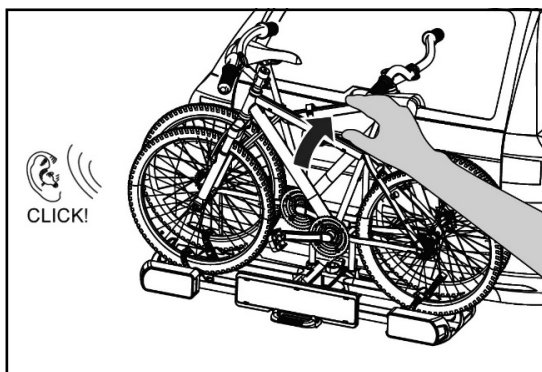

Figura 28: Risollevarlo del portabiciclette
- Prima del viaggio, risollevare il portabiciclette (figura 28).